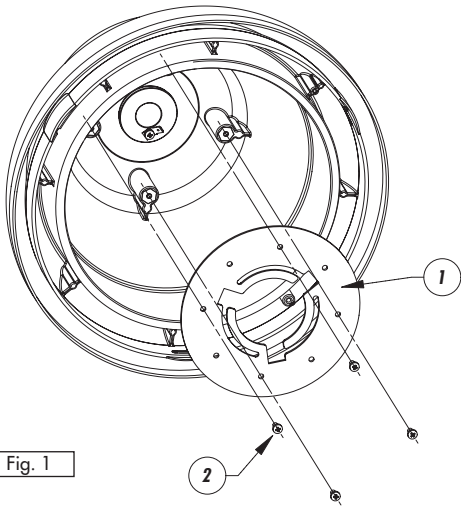
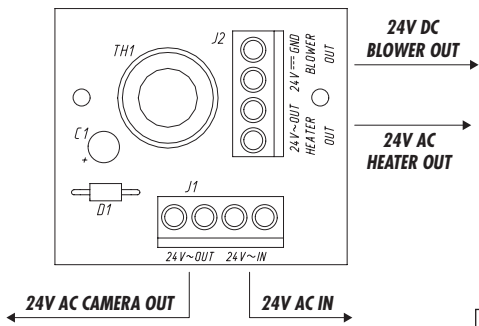

Fig. 1
Fig. 10
- Allineare la base della telecamera (22) con il supporto (23) in modo che l'angolo buio resti verso la parete, procedere come segue: se la regolazione richiesta è minima si deve agire sulle viti (17). Se la regolazione è maggiore, si possono infilare le viti (17) in un'altra asola (18), a seconda di dove si vuole ruotare. Se anche questa regolazione non fosse sufficiente vedi Fig. 1 e posizionare la piastra (1) sui fori liberi ruotando così piastra e telecamera di 45° nel senso di rotazione voluto.
- Una volta ottenuta la regolazione il tutto sarà assicurato dal fissaggio delle 2 viti di sicurezza (24) fornite in dotazione.
- Il circuito risulterà connesso tramite i morsetti indicati nello schema in Fig. 10.
- Aligner la base de la caméra (22) avec le support (23) afin que l'angle mort se trouve contre la paroi, procéder comme suit: si un réglage minimal est nécessaire, régler les vis (17). Si le réglage doit être plus important, enfiler les vis (17) dans une autre encoche (18), en fonction du point vers lequel pivoter la caméra. Si ce réglage est lui aussi insuffisant, voir Fig. 1 et positionner la plaque (1) sur les orifices libres, en faisant ainsi tourner la plaque et la caméra de 45° dans la direction voulue.
- Une fois le réglage effectué, l'ensemble sera maintenu par les 2 vis de sûreté (24) fournies.
- Le circuit est connecté entre les bornes indiquées sur le schéma comme dans la Fig. 10.
- Align the base of the camera (22) with the support (23) so that the blind angle faces the wall, proceed as follows: if only a tiny adjustment is required, adjust screws (17). If a greater adjustment is necessary, it is possible to slide the screws (17) into another cavity (18), depending on the point to which the camera is to be rotated. If not even this adjustment is enough see Fig. 1 and position the plate (1) on the free holes, thus turning plate and camera through 45° in the desired rotation direction.
- After making the adjustment, secure everything by fixing the 2 safety screws (24) supplied.
- The circuit will be connected via the terminals shown in the diagram in Fig. 10.
- Um an dieser Stelle die Basis der Kamera (22) mit der Halterung (23) so abzustimmen, daß der tote Winkel weiterhin an der Wand liegt, geht man folgendermaßen vor: wenn nur wenig zu verändern ist, verstellen Sie die Schrauben (17). Wenn die Veränderung größer ist, können die Schrauben (17) in einem anderen Loch (18) gesteckt werden; in welche Nut, hängt davon ab, wohin gedreht werden soll. Reicht auch diese Einstellung nicht aus, gehen Sie zu Fig. 1 und positionieren die Platte (1) auf den freien Löchern. So werden Platte und Kamera um 45° in der gewünschten Richtung gedreht.
- Wenn die Einstellung erreicht ist, wird die Position durch Befestigung der beiden beiliegenden Sicherheitsschrauben (24) fixiert.
- Der Stromkreis wird mit den Klemmen angeschlossen, die im Schema Fig. 10 sind.